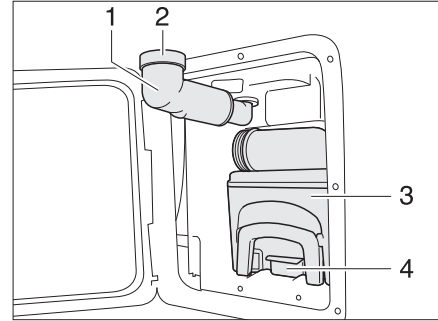

Bild 161 Thetford-kassetten
- Fäll ut påfyllningsöppningen för färskvatten (Bild 161,1).
- Tag av skruvlocket (Bild 161,2).